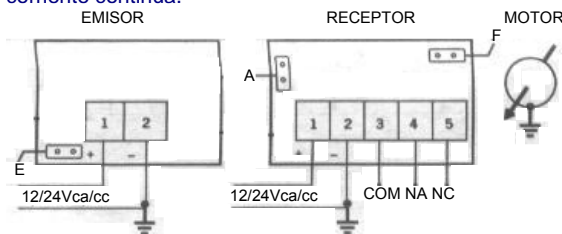

FIGURA 2
2 Efectuar el montaje como en la figura 2 poniendo atención a la polaridad de las tensiones en caso de alimentación con corriente continua.
5. Mediante el puente "F" del receptor visible en la figura 2, seleccionar la capacidad deseada (alcance) del siguiente modo: